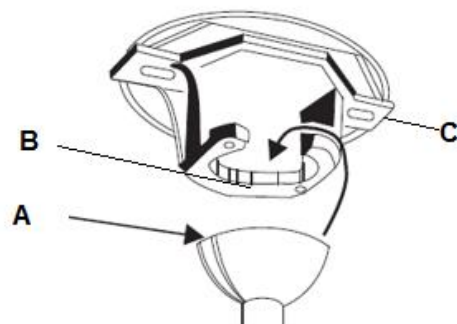

Fig. 9
4. Fissare il gruppo ventilatore completo sul supporto. (Sezione "Fissaggio del ventilatore" e Fig. 9)
**FISSAGGIO DEL VENTILATORE (Fig. 9)**
Sollevare il gruppo ventilatore sul supporto. Assicurarsi che la fessura (A) del giunto sferico sia posizionata sul perno (B) del supporto (C) per evitare che il ventilatore ruoti durante il funzionamento. (Fig. 9)